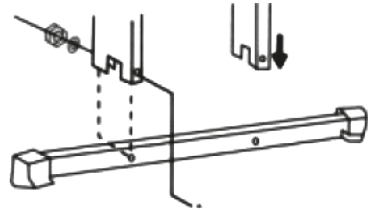

Fig. 7 – Montagem dos pés
- Coloque a barra estabilizadora nas extremidades laterais (fig. 7).